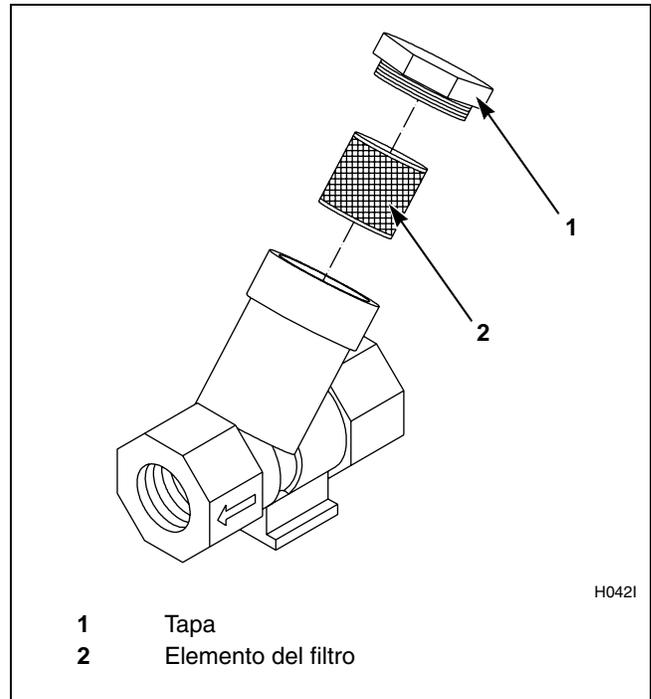

Figura 18
6. Limpie el filtro de vapor suministrado por el cliente, donde corresponda. Consulte la *Figura 18*.